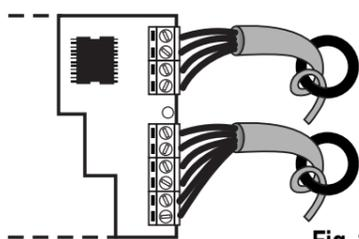

Fig. 2
**AVVERTENZA:** per garantire il rispetto delle normative sulla compatibilità elettromagnetica si consiglia di tenere il cavo di collegamento della valvola più corto possibile e separato dagli altri cavi. Utilizzare due tori di ferrite (cod. 0907858AXX - impedenza max di almeno 400 Ω tra 10 e 500 MHz), uno sul cavo di pilotaggio della valvola e uno sui cavi adiacenti (Fig. 2).